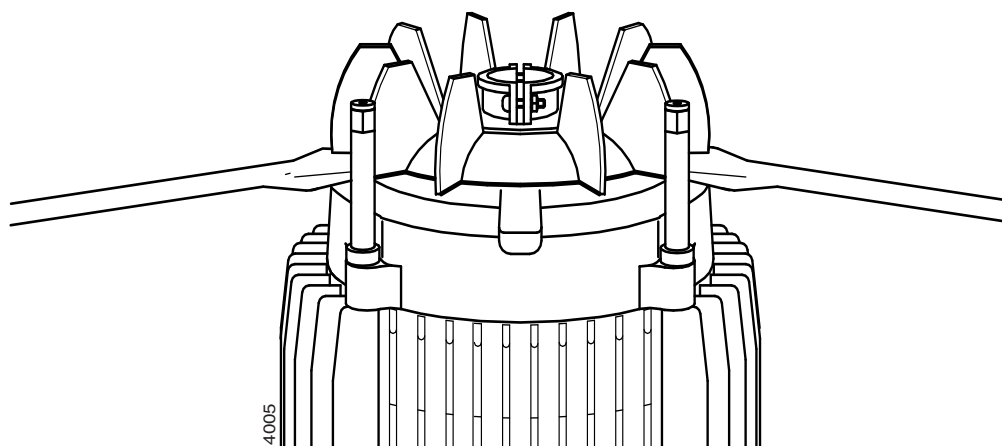

Figure 8: Enlever le ventilateur de refroidissement.
- 3 Démontez le ventilateur de refroidissement (2420-2). Pour les électromoteurs à partir de 2,2 kW il faut d'abord desserrer 2 vis de serrage. Enlevez ensuite à l'aide de 2 tournevis larges le ventilateur du bout de l'arbre, voir figure 8.